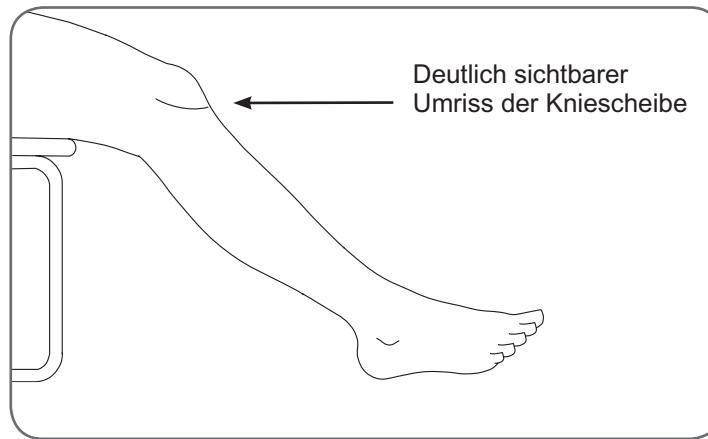

Abbildung 7-1: Empfohlener Kniewinkel zum Anlegen der L300-FS-Manschette
3. Strecken Sie Ihr Bein im Sitzen leicht aus. Der Umriss der Knie Scheibe sollte deutlich sichtbar sein. Legen Sie den Fuß gegebenenfalls auf einer Fußbank ab (siehe Abbildung 7-1).